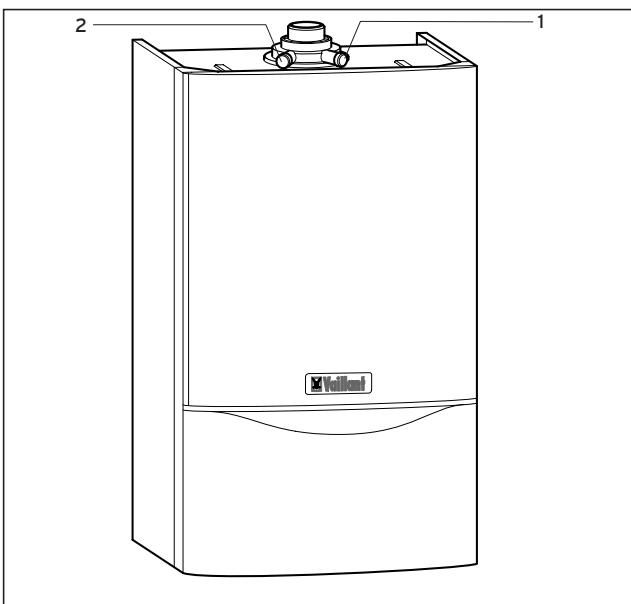

Abb. 3.11 Rauchfangkehrer-Messungen (am Gerät)
- Nehmen Sie Messungen im Abgasweg am Prüfstutzen (1) vor (Abb. 3.11). Messungen im Luftweg können Sie am Prüfstutzen (2) vornehmen.